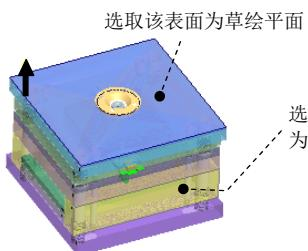

图 31.57 定义草绘平面
Step2. 定义草绘截面放置属性。选取图 31.57 所示的表面为草绘平面，然后选取图 31.57 所示的表面为参考平面，方向为 **上**。单击 **草绘** 按钮，进入草绘环境。